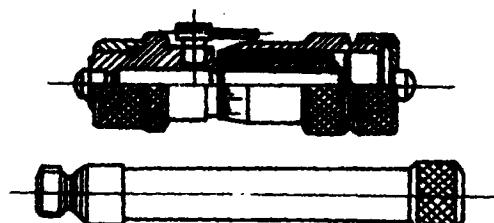

图 1-1-7 杆式内径千分尺
(2) 杆式内径千分尺：用来测量孔径的尺寸，如图 1-1-7 所示。